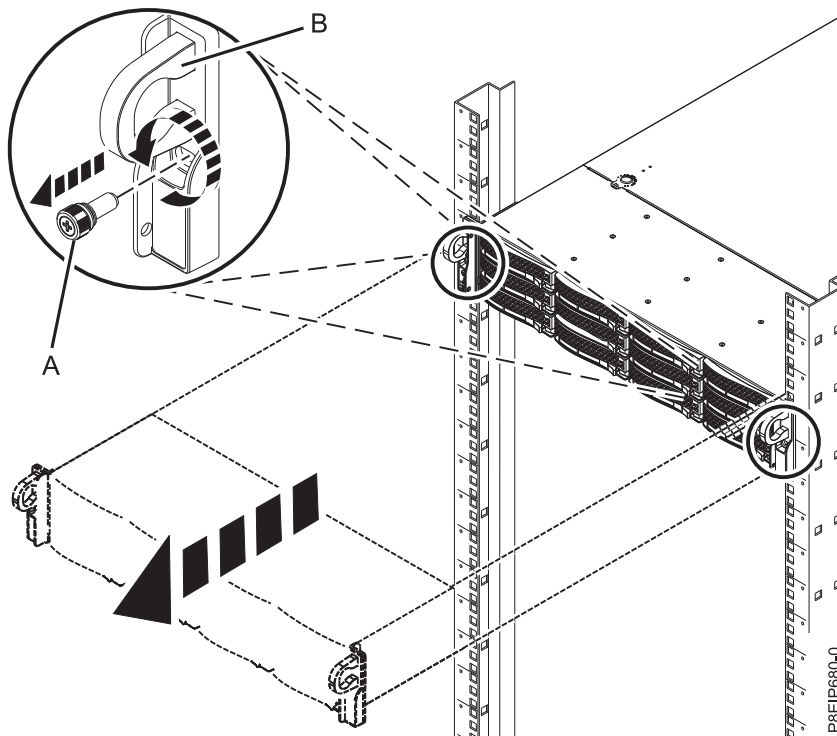

Figure 97. Retrait des vis avant et retrait du système de l'armoire
3. Retirez les vis avant (A) qui fixent le système à l'armoire des deux côtés du système, comme indiqué dans la figure 97.